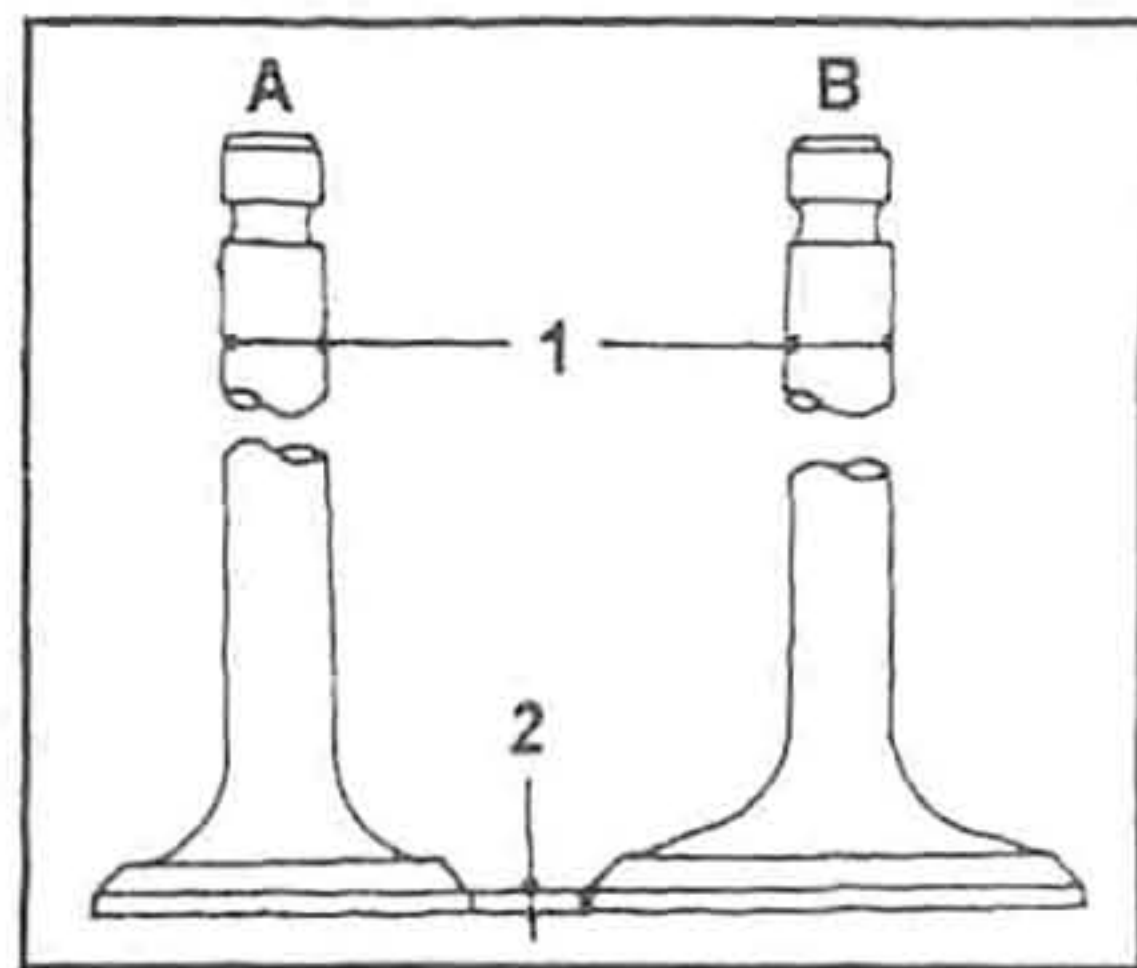

Рис. 27.
Проверьте диаметр стержня клапана. Его величина является индивидуальной для каждого двигателя. На рис. 27 показано место измерения диаметра стержня клапана (1) и остаточной толщины тарелки клапана до фаски (2) для впускного (В) и выпускного (А) клапанов.